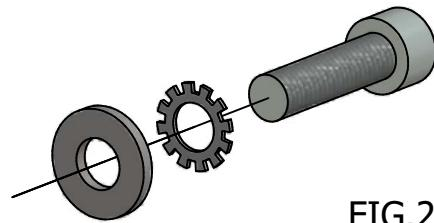

FIG.2
- 3) Fissare le gambe utilizzando le viti avvitate al telaio, assicurarsi di inserire le rondelle correttamente (FIG.2).
- 3) Fix the legs using the screws, screwed to the frame. Be sure that the rings of the screws are correctly inserted (FIG.2).
- 3) Fixer les pieds en employant les vis vissées au châssis, s'assurer d'insérer les rondelles correctement (FIG.2).